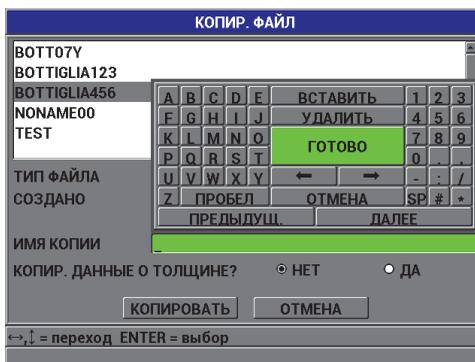

Рис. 7-10 Копирование файла
2. В окне **КОПИР. ФАЙЛ** (см. Рис. 7-10 на стр. 135) выделите в списке нужный исходный файл и нажмите [**ENTER**].